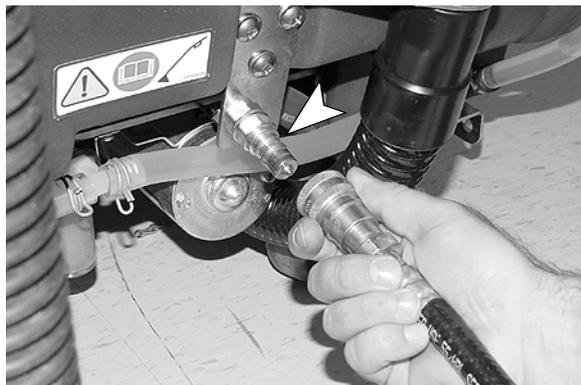

FIG. 47
1. Schließen Sie den Entlüftungsschlauch an den Frischwasserschlauchanschluss an (Abbildung 47).